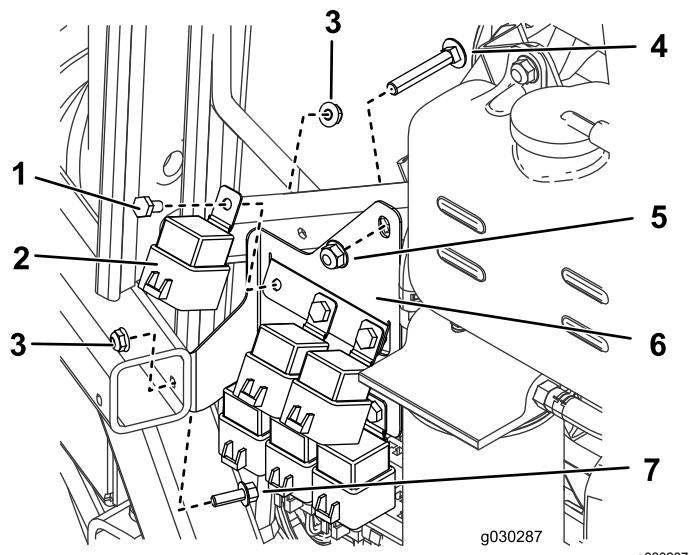

Figura 21
1. No lado direito da máquina, monte seis relés no suporte utilizando seis parafusos ($\frac{1}{4}$ pol. x $\frac{1}{2}$ pol.) e seis porcas ($\frac{1}{4}$ pol.), como se mostra na Figura 21.
3. Com um parafuso ($\frac{1}{4}$ pol. x $\frac{3}{4}$ pol.), porca ($\frac{1}{4}$ pol.) e o parafuso e a porca que acabou de retirar, monte o suporte de relé na máquina (Figura 21).